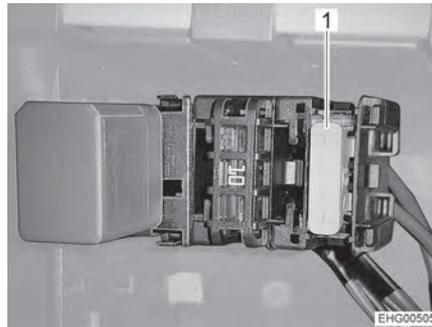

Fig. 113 Fusible sur le montant B, côté droit du véhicule
- Changer le fusible (Fig. 113,1).